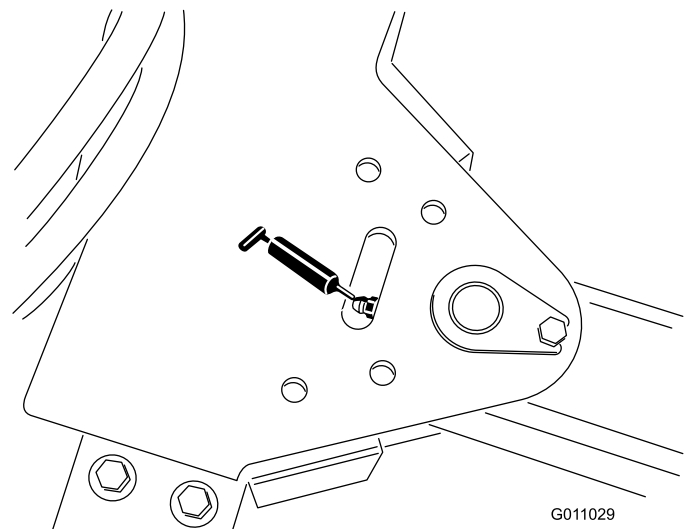

Figure 33
- Hitch tongue pivot (1) (Figure 33).